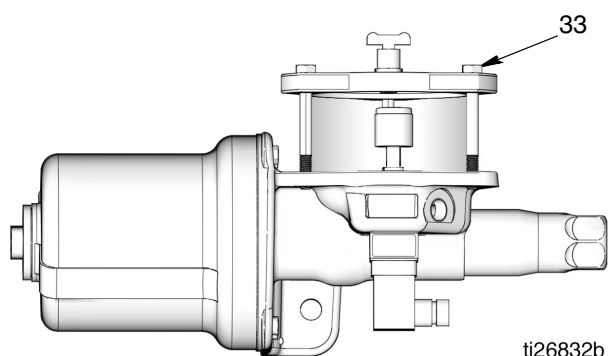

FIG. 55
- c. Installer 4 boulons neufs. Serrer les boulons (33) à la main de manière uniforme, tour à tour et progressivement, suivant une séquence diagonale. Puis serrer en diagonale à un couple de 13,5-17,6 N•m (10-13 pi. lbs.). Voir FIG. 55.